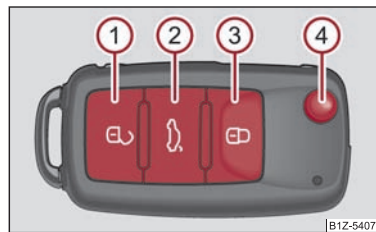

Abb. 31 Funkschlüssel
- Drücken Sie die Taste ① ⇒ Abb. 31 etwa 1 Sekunde lang.